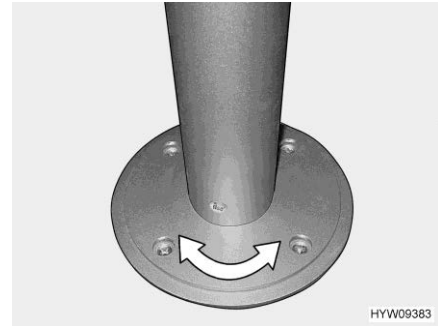

Fig. 59 Piede del tavolo a colonna (girevole)
- Ruotare il piano del tavolo nella posizione desiderata. A tale scopo occorre esercitare abbastanza forza, poiché il piano del tavolo ruota incontrando resistenza di attrito sul piede del tavolo a colonna (Fig. 59).